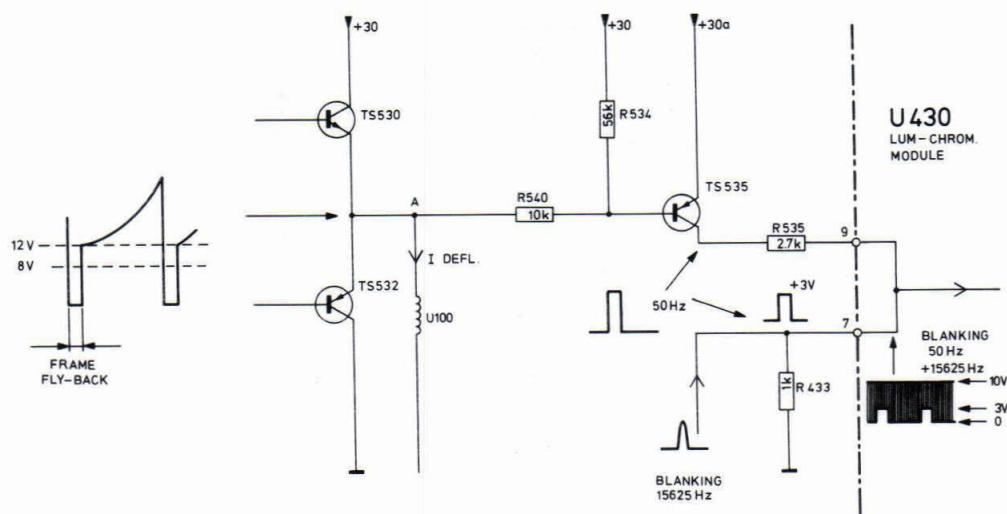

Fig. X-8
5. Het opwekken van de raster-blankingpuls (Fig. X-8)